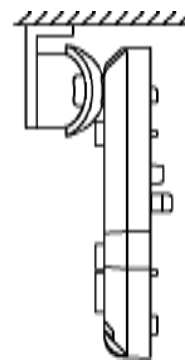

Рисунок 2 - Основание извещателя и кронштейн
- снимите крышку извещателя, отжав при помощи отвертки фиксатор, расположенный в нижней части основания извещателя (рисунок 2);
- просверлите в основании корпуса отверстия (рисунок 2), которые будут использоваться для прокладки проводов и крепления извещателя;